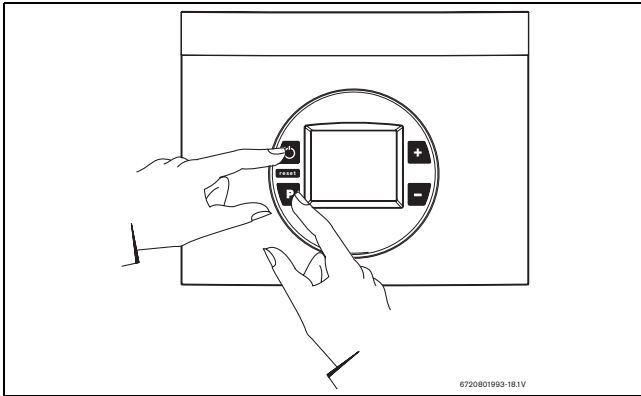

Рис. 41 Режим регулювання тиску газу
- ▶ Утримуючи натиснутою кнопку програмування («Program»), увімкніть апарат вимикачем (Рис. 41).